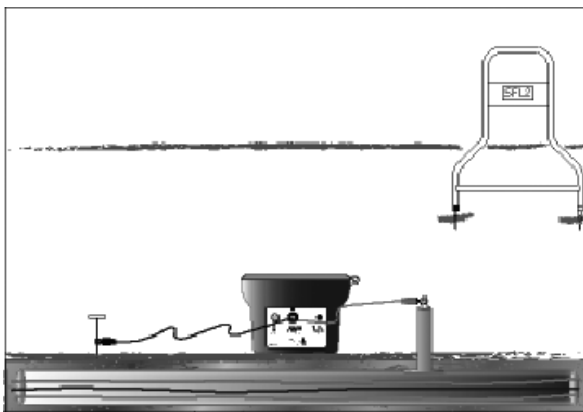

Figure 3-1 : Serrage du cordon noir à la tige de terre ; serrage du cordon rouge au conducteur
4. Enfoncez la tige dans la terre et fixez le cordon noir sur la tige de terre. Etablissez la meilleure mise à la terre possible. Voir Figure 3-1
5. Serrez le cordon rouge sur la gaine du conducteur cible. Voir Figure 3-1